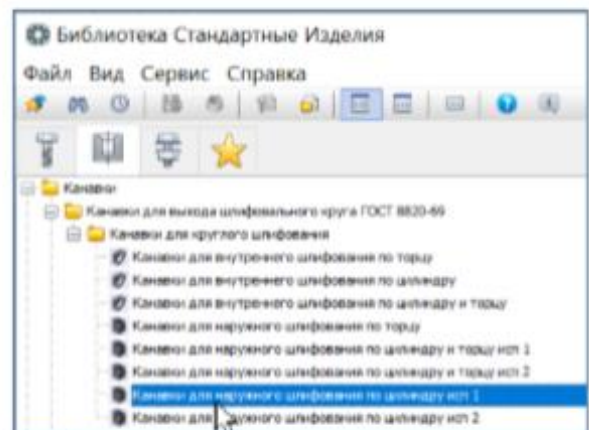

Рис. 95
7) Двойным щелчком мыши активизируйте элемент **Канавка для наружного шлифования по цилиндру исп. 1** (рис. 95).